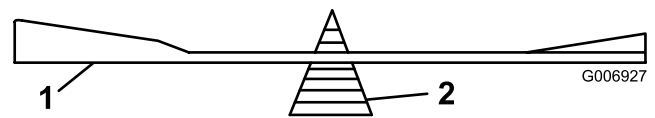

Figura 36
2. Controllate l'equilibrio di ciascuna lama collocandola su un bilanciatore (Figura 36). Se la lama rimane in posizione orizzontale, è bilanciata e può essere utilizzata. Se non è bilanciata, limate un po' di metallo sul retro della stessa. Ripetete l'operazione finché la lama non è perfettamente bilanciata.